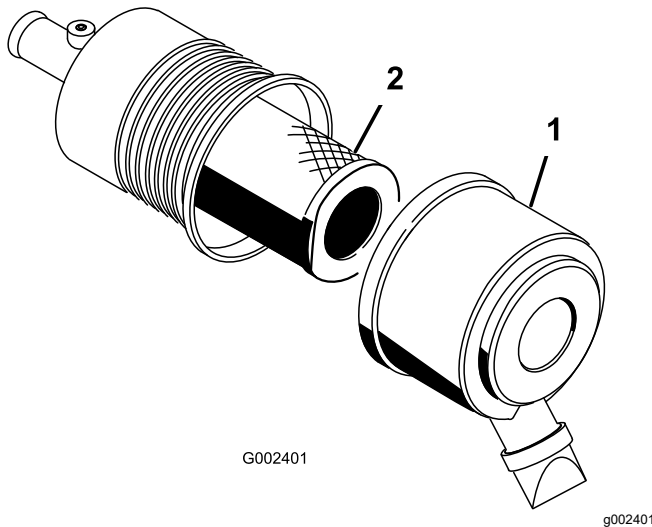

Bild 84
1. Lösen Sie die Riegel am Luftfilter und ziehen Sie die Abdeckung vom Luftfiltergehäuse ab (Bild 84).
3. Schieben Sie den Filter vorsichtig aus dem Luftfiltergehäuse heraus (Bild 84).
5. Schieben Sie den Filter vorsichtig auf das Gehäuserohr (Bild 84).
6. Bringen Sie die Luftfilterabdeckung mit der Seite nach oben an und rasten Sie die Riegel ein (Bild 84).